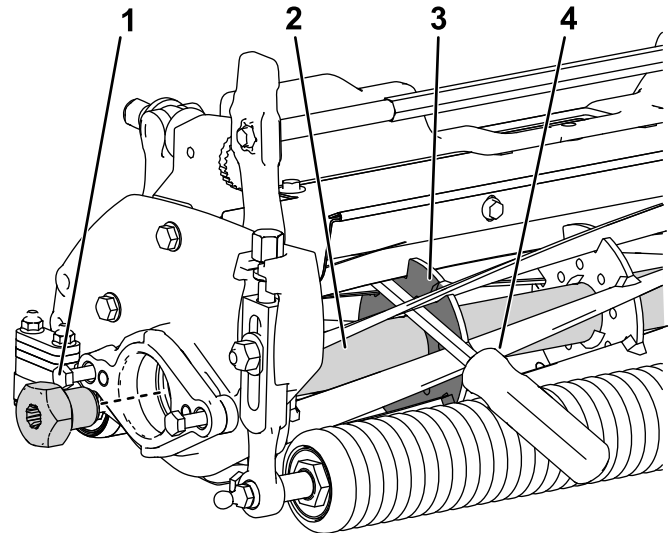

Рисунок 35
размером 0,95 x 30 см [$\frac{3}{8}$ x 12 дюймов] с рукояткой как у отвертки) через переднюю часть режущего барабана, максимально близко к боковой части режущего блока, к которому вы будете прилагать крутящий момент (Рисунок 35).
- Установите монтировку так, чтобы она была прижата к сварной стороне опорной пластины барабана (Рисунок 35).